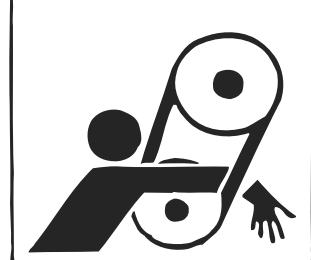

図21
- 3 手をベルトとクラッチ・プーリーの間に挟まないよう充分注意して下さい。怪我のおそれがあります。また、手には軍手をはめて下さい。(図21)